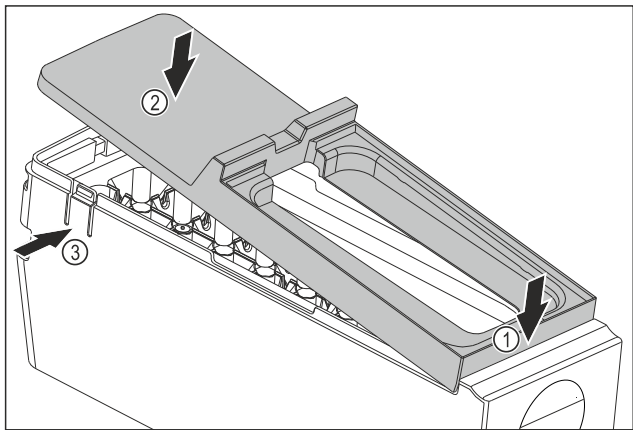

Fig. 85
- ▶ Montar la cubierta del EasyTwist-Ice: Colocar la cubierta por delante. Fig. 85 (1)
- ▶ Bajar la cubierta por detrás. Fig. 85 (2)
- ▷ La cubierta encaja en ambas lengüetas Fig. 85 (3) de forma audible.